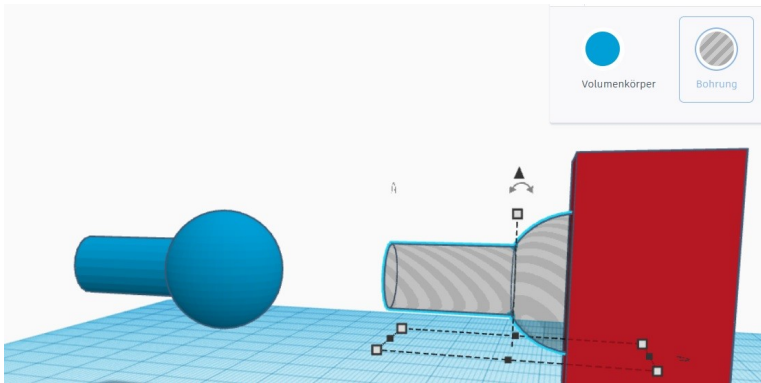
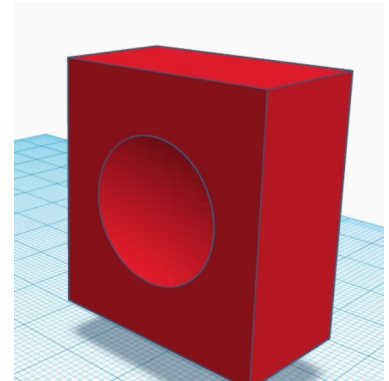

Abb. 7: Duplikat als Bohrung
Abb. 8: „Gelenkpfanne“
8. Kugel und Zylinder werden dupliziert. Die Funktion dafür befindet sich in der oberen Leiste links. Das Duplikat wird über die Hälfte der Kugel hinaus in den Quader hinein bewegt, mittig ausgerichtet und als Bohrung eingestellt (Abb. 7). Danach werden über Shift + Linksklick die Bohrung sowie der Quader ausgewählt und gruppiert (Abb. 8).